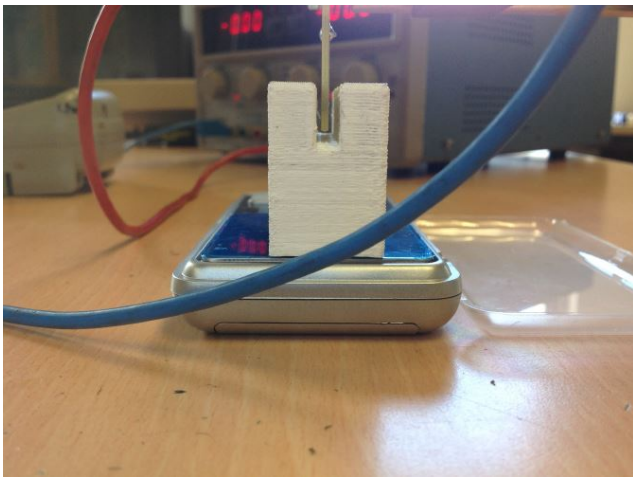

Figura 15.4: Vista lateral del montaje. La baquela no alcanza a tocar el soporte.
- * Conecte una baquela cualquiera en las terminales frontales de la balanza magnética. Ubique la balanza electrónica y el soporte con los imanes debajo de la baquela de forma que esta encaje perfectamente en la ranura del soporte. Ajuste la altura de la baquela de manera que quede lo más cerca posible al fondo de la ranura del soporte pero sin tocarlo, tal y como se muestra en la figura 15.4. Ajuste el montaje con firmeza para que no se mueva.